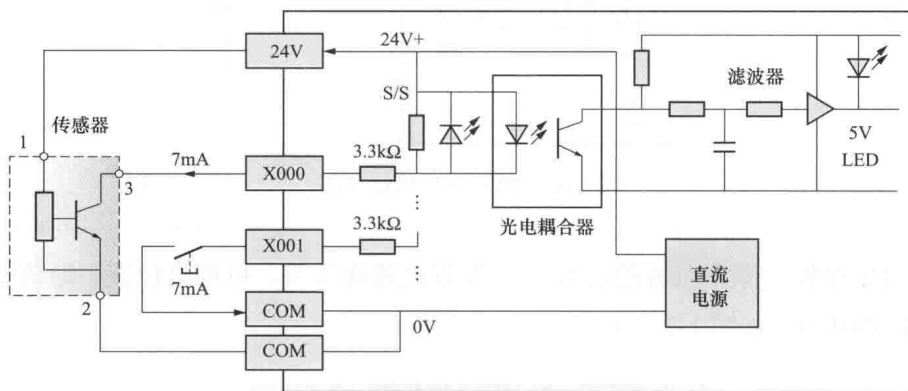

图 1-4 PLC 输入接口电路
**输入接线端子和公共端子:**在 PLC 控制系统中, 各种按钮、行程开关和传感器等主令电器直接接到 PLC 输入接线端子和公共端之间。PLC 每个输入接线端子的内部都对应一个输入继电器, 形成输入接口电路, 如图 1-4 所示。